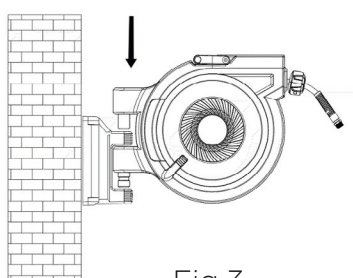
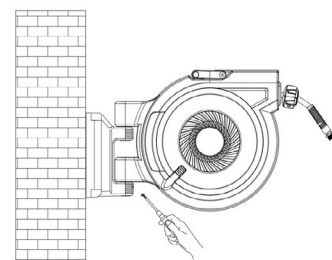

Fig 3
Fig 4
5. Conecte el carrete al soporte de montaje.(Fig.3)(Fig.4)